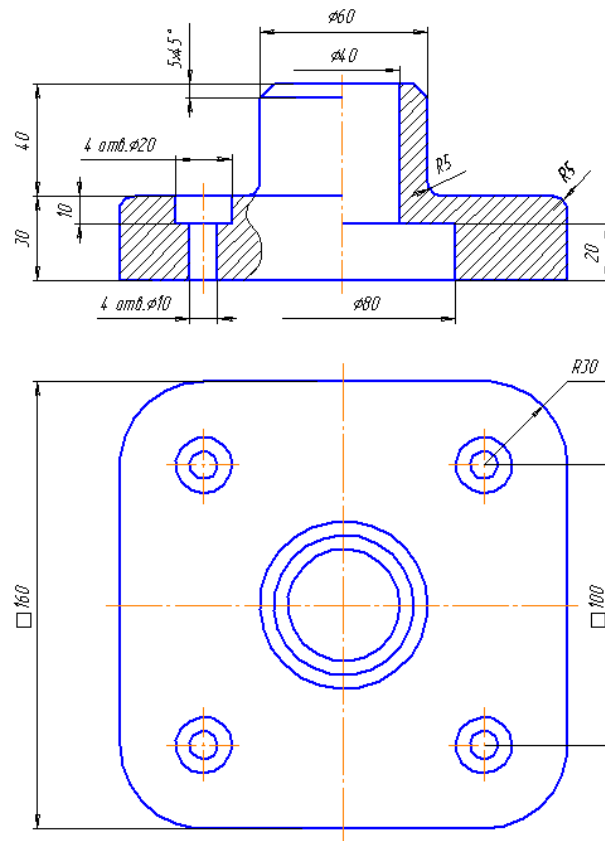
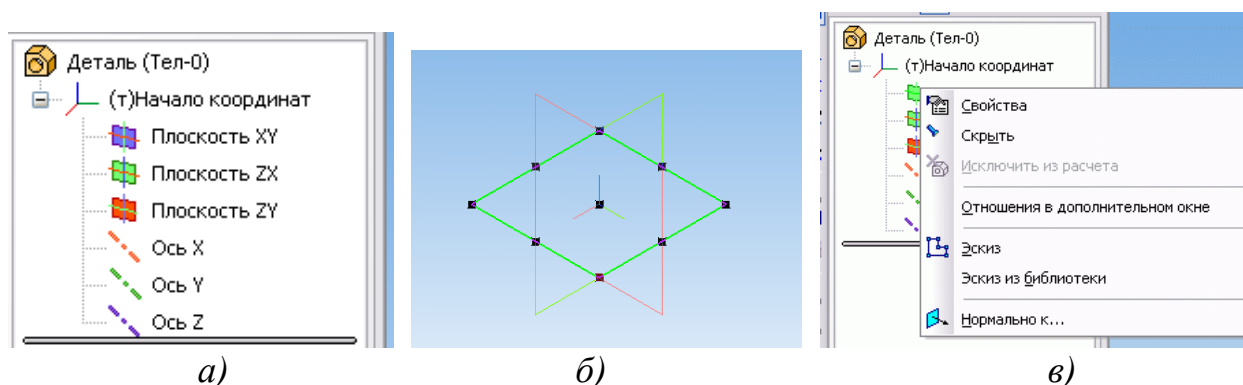
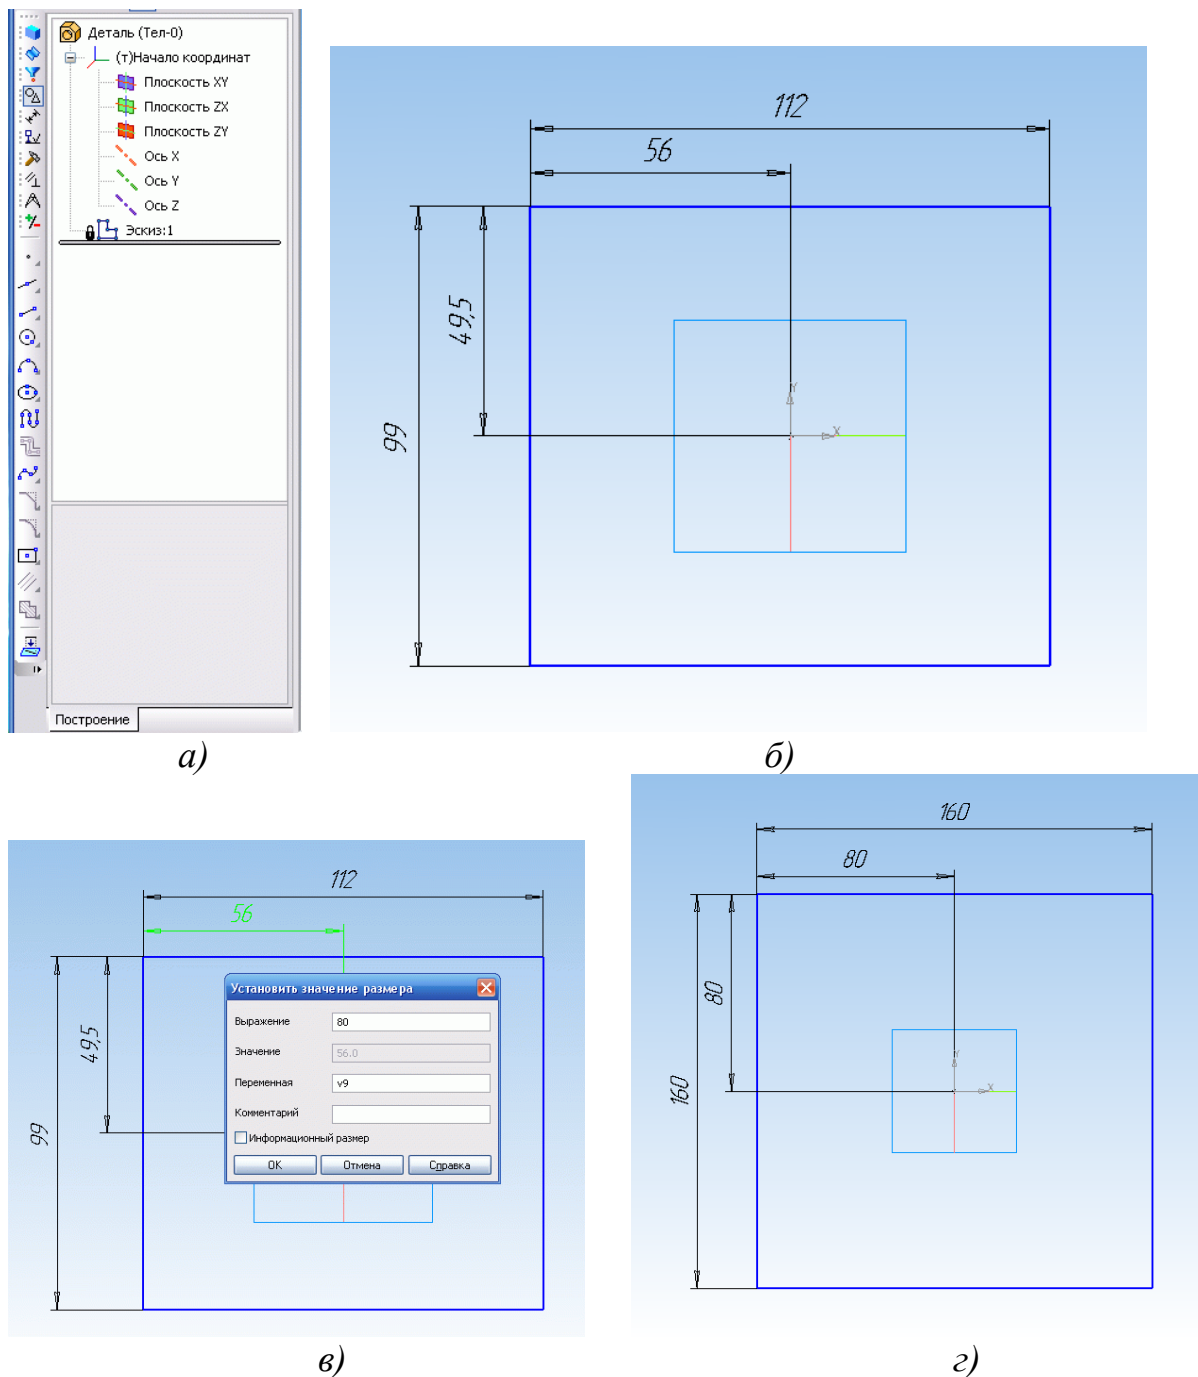

Рис. 3. Чертеж детали для выполнения графической работы № 25
Рис. 5. Начало построения основания: а – раскрытие Древа построения; б - выбор Плоскости XY для построений; в – выбор опции «Эскиз»
Рис. 6. Построение контура основания
2. Активизируем координатные оси. *Построение детали всегда начинается с основания – первого формообразующего элемента.* Основание есть у любой детали и при этом всегда одно. В качестве основания удобнее всего выбрать тот элемент детали, к которому проще добавлять все остальные элементы этой детали. В нашем случае (см. рис. 3) это нижняя часть детали – пластина размерами 160×160 , контур который необходимо построить в горизонтальной плоскости xOy . Чтобы сделать эту координатную плоскость «рабочей» щелкнем ЛКМ в Дереве построения на знаке «+», что приведет к раскрытию Деревя (рис. 5, а) – типичная операция раскрытия дерева в Windows-приложениях. В раскрывшемся дереве появятся элементы, с которых можно начать построение основания – координатные
плоскости и координатные оси. Выделим необходимую Плоскость XY, в результате чего на рабочем поле она станет активной (подсветится – рис. 5 б). При нажатии ПКМ появится контекстное меню (рис. 5, в), из которого необходимо выбрать опцию **Эскиз**.
3. Плоскость XY стала рабочим полем построения эскиза (которым будет контур основания). О том, что это произошло, будет видно следующим образом: на Древе построения появился новый элемент – **Эскиз 1** (рис. 6, а) с замочком около него, говорит о том, что именно этот эскиз находится в режиме создания (или редактирования). На **Компактной панели** появилась хорошо знакомая кнопка **Геометрия**, открывающая доступ ко всем ее инструментам. Выберем среди инструментов кнопку команды **Прямоугольник по центру и вершине** и нарисуем прямоугольник с центром в точке начала координат. Размеры прямоугольника и положение его центра, известные из исходного задания (см. рис. 3) – 160×160 , зададим эти размеры в соответствующих окнах ввода панели свойств (также как и при создании плоских чертежей). Но сейчас обеспечим требуемые размеры иначе, используя замечательное свойство – **параметризация**.
4. Итак, построим прямоугольник по центральной точке с произвольными размерами сторон, проставим размеры, показанные на рисунке 6, б. Для использования свойства параметризации дважды щелкнем ЛКМ на одном из размеров, например, 56 (рис. 6, в), после чего этот размер выделится (подсветкой зеленым цветом) и появится окно «Установить значение размера» с отображенным в нем числом 56. Если вместо 56 ввести новое значение – необходимое 80, и нажать кнопку **ОК**, то чертеж автоматически перестроится так, чтобы значение этого размера стало именно 80. Сделаем то же самое с остальными размерами, введя нужные значения (рис. 6, г). Таким образом, получено требуемое изображение с «правильными» размерами: – они будут видны только в режиме эскиза, а при желании их на эскизе можно скрыть.
параллельное направлению создания массива. В любом случае ожидаемый при заданных параметрах результат операции легко увидеть на рабочем поле (рис. 13, *г*). Как только он нас устроит (будет соответствовать данным чертежа на рис. 3) построение можно считать завершенным.
Изменение построенной модели. В результате выполнения графической работы № 25 построена *геометрическая модель* детали, заданной чертежом (рис. 3), можно сказать, построена *параметрическая модель*. Это значит, что параметры любого из элементов детали могут быть изменены, что приведет к изменению построенной модели. Покажем, как это делается. Предположим, что в уже созданной детали (рис. 13, *д*) в силу некоторых причин (конструктивных, экономических, эстетических и т. п. требуется существенно изменить некоторые размеры (рис. 14). Означает ли это, что создание детали с новыми размерами следует начинать заново? В параметрических системах компьютерной графики этого не требуется.